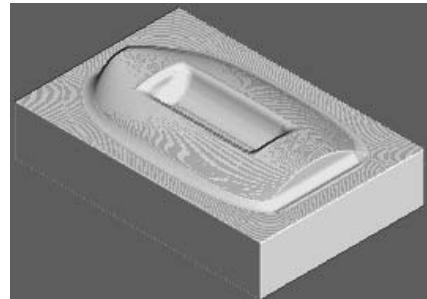

图 3-89 仿真加工结果 4
2) 在“仿真”工具栏的“当前刀具路径”下拉列表中选择要模拟的刀具路径 finish2, 然后单击“执行”按钮 $\triangleright$ , 系统开始自动仿真加工, 仿真加工结果如图 3-89 所示。